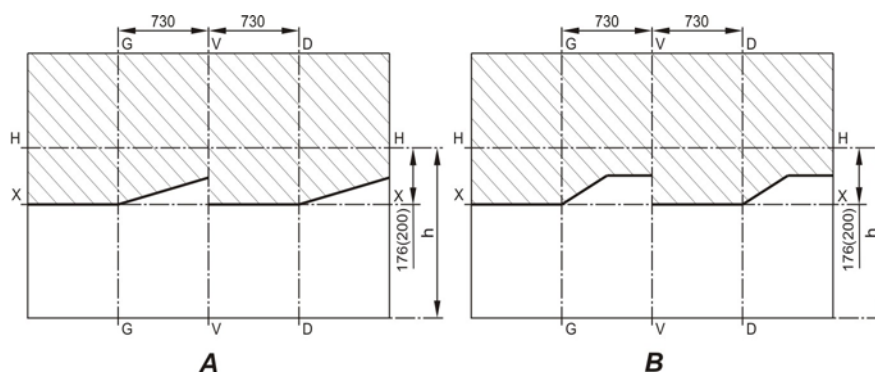

Рис. 8.7. Разметка экрана для регулировки фар:
- установить ненагруженный автомобиль на ровную горизонтальную площадку на расстоянии 10 м от экрана (рис. 8.7);
У отрегулированных фар горизонтальный участок светотеневой границы должен совместиться с линией X—X (рис. 8.7А, 8.7В), наклонные участки светотеневой границы должны соответствовать рис. 8.7А (с маркировкой на рассеивателе «ΛL» и рис. 8.7В (с маркировкой на рассеивателе «ОСВАР»), а точки пересечения горизонтального и наклонного участков светотеневой границы – с линиями G—G и D—D.